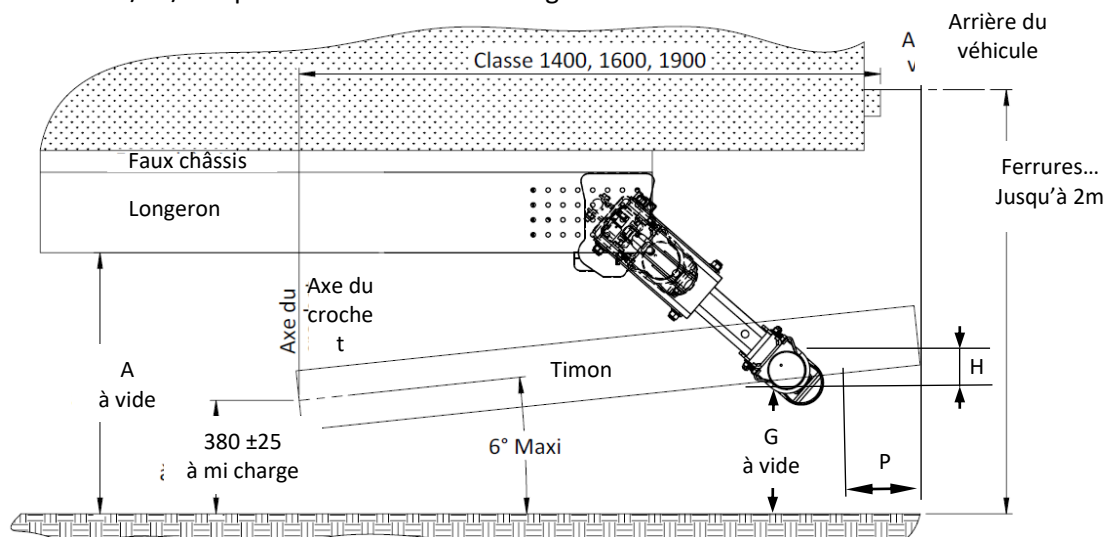

Figure 2
- Suspension hydraulique, hydropneumatique : $G \leq 450 \text{ mm}$ (voir figure 2) ou angle de fuite ne dépassant pas 8° avec un maxi à 550 mm .
- Autres suspensions : $G \leq 500 \text{ mm}$ (voir figure 2) ou angle de fuite ne dépassant pas 8° avec un maxi à 550 mm .
Le positionnement du dispositif d'anti-encastrement doit permettre le respect de la cote $G \leq 550$ (voir figure 2).
- Dans les conditions de manœuvre, l'angle de rotation doit pouvoir atteindre 90° de chaque côté du plan longitudinal du véhicule tracteur et l'angle d'inclinaison doit pouvoir varier de 0° à 6° (voir figure 2).
Il faut utiliser **10 vis M14 en classe 10.9** (kit de visserie 5a. + 5b. fournit en option Ref **29.4545801**) pour fixer les platines sur chaque longeron. 9 trous Ø15 sont à réaliser par platine. Le trou existant doit impérativement être utilisé. La platine peut être inclinée vers le haut de 41° Max (voir figure 4 et 5) pour respecter les cotes P et G (voir figure 2).
La platine doit être soudée sur la contre plaque en respectant un cordon de longueur 560mm et d'une épaisseur "a" de 5mm. La platine peut être inclinée vers le haut de 41° Max (voir figure 4 et 5) pour respecter les cotes P et G (voir figure 2).
Mettre les bras en position route et s'assurer que les points de contact en rouge ci-dessous sont bien réalisés. Vérifier le respect des cotes G, P et 100 maxi suivant les figures 2 et 3.